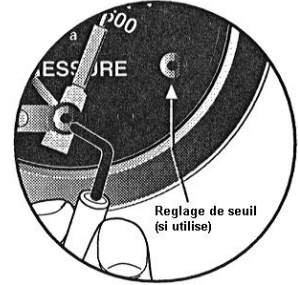

Figure 5
1. Tous les seuils sont réglés par une clé hexagonale 1/16" (Figure 5).
1. L'installation en marche, utiliser une clé hexagonale 1/16" pour tourner le curseur de seuil jusqu'à ce qu'il touche l'aiguille. **NE PAS** forcer ce curseur contre l'aiguille. L'installation doit alors s'arrêter et/ou une alarme doit devenir active. Réarmer le seuil (Figure 5).